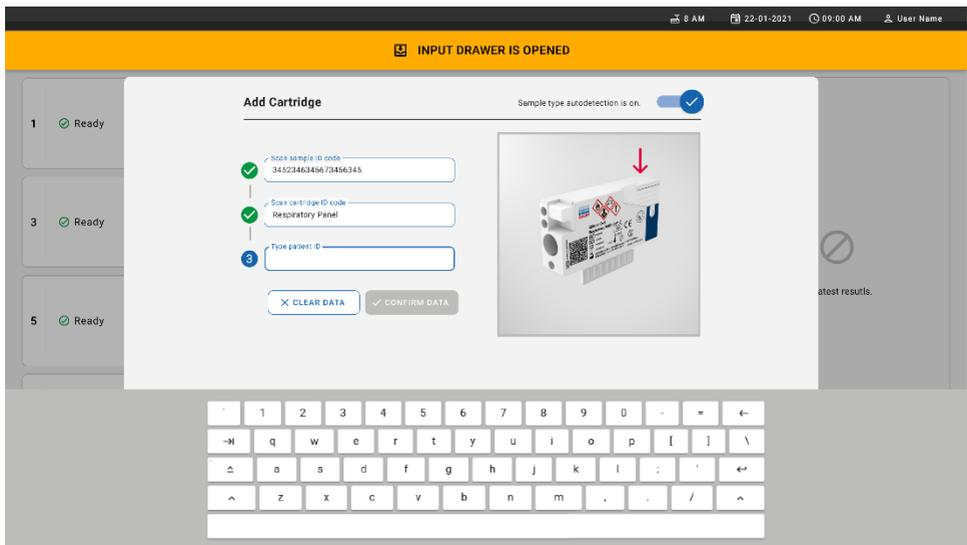

Abbildung 24. Bildschirm zum Scannen der ID der QIAstat-Dx Respiratory SARS-CoV-2 Panel Cartridge
8. Scannen Sie nach Eingabe des Proben-ID-Barcodes den Barcode der zu verwendenden QIAstat-Dx Respiratory SARS-CoV-2 Panel Cartridge ein (Position durch Pfeil angegeben). Der QIAstat-Dx Rise erkennt anhand des Barcodes der QIAstat-Dx Respiratory SARS-CoV-2 Panel Cartridge automatisch den auszuführenden Assay (Abbildung 24).